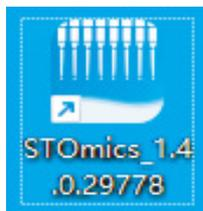
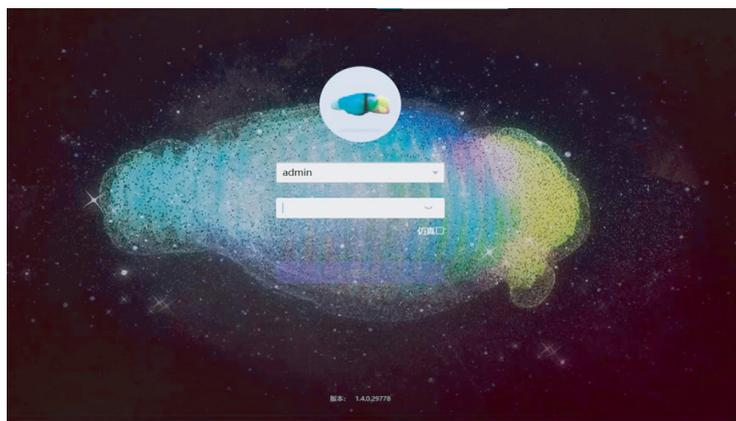

图 2-1 STOmics 软件图标
图 2-2 STOmics 软件登录界面
(1) 上机前准备;
- 软件开启：在电脑桌面双击 Go Spatial 运行软件快捷方式“STOmics”，打开操作软件，输入用户名 user，密码为 123456。如图 2-1 及图 2-2 所示；